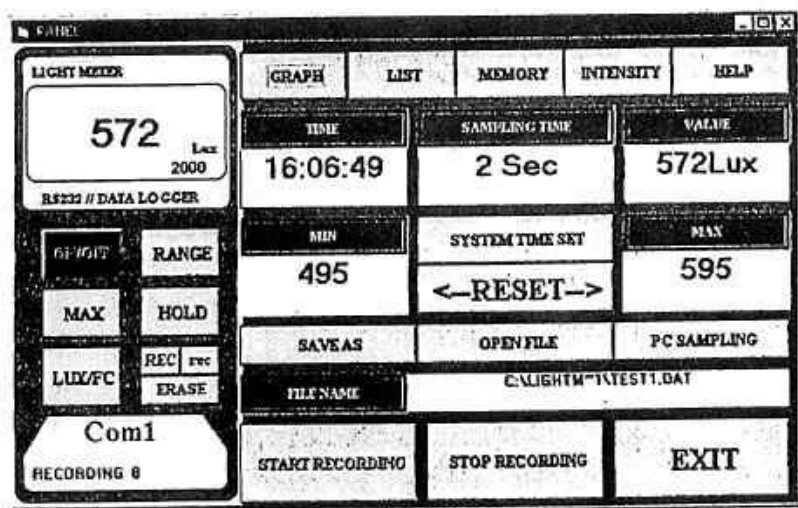

図12
- ⑤「START RECORDING」ボタンをクリックしてデータの取り込みを介して下さい。**RECORDING数**の表示がCom表示の下にポップアップします(図12)。取り込まれたデータはプログラムがインストールされているディレクトリにファイルとして作成されます。
- ⑥中止する場合は「STOP RECORDING」ボタンをクリックして下さい。**RECORDING数**の表示が消えます。